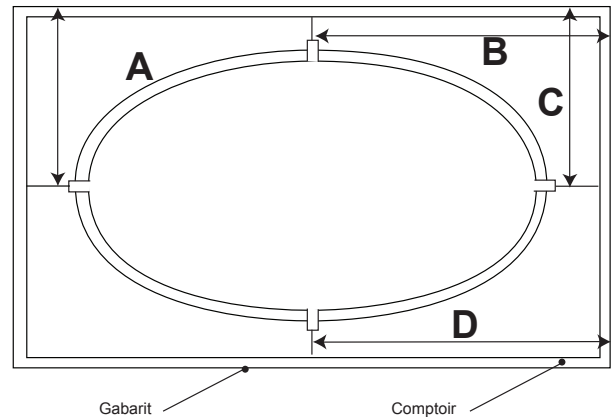

Figure 13 – mesure de la distance
- Mesurez la distance du mur ou d'un autre point fixe jusqu'aux lignes centrales (figure 13).